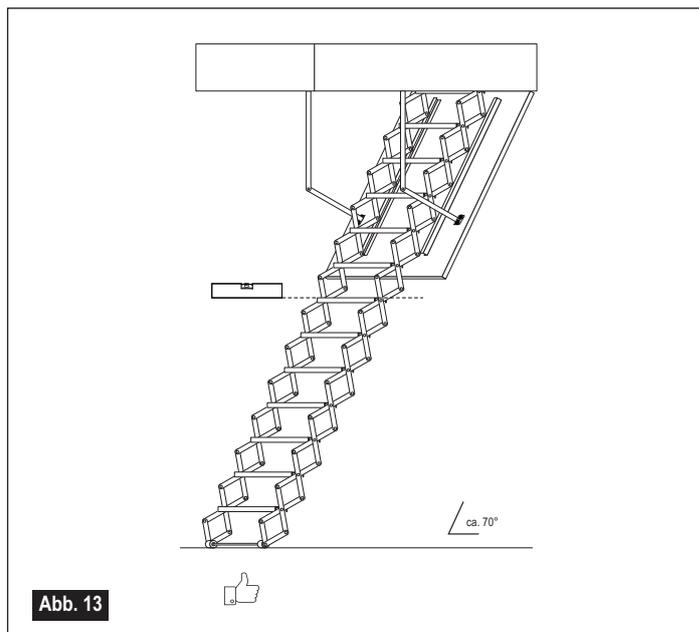

Abb. 13
- Verstellen Sie die Treppe so weit nach vorne oder hinten, dass die Stufen möglichst waagrecht stehen (Abb. 13).
- Betreten Sie niemals eine Treppe, die zu weit ausgezogen ist. Dadurch verformt sich die Treppe und sie wird unbrauchbar (Abb. 13).